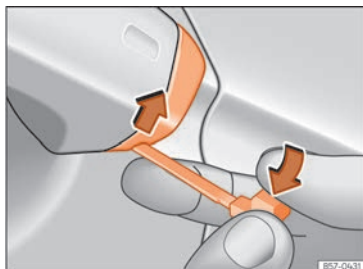

Abb. 56 Fahrertürgriff: Abdeckkappe abhebeln.
- Den Notschlüssel am Fahrertürgriff in die untere Öffnung der Abdeckkappe stecken und die Abdeckkappe von unten nach oben anheben » (Abb. 56).